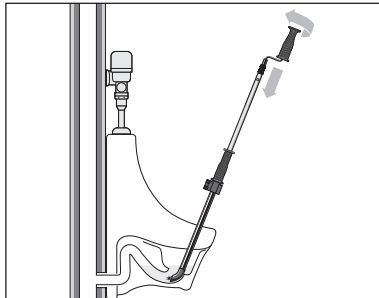

Figure 5 – Utilisation du tourniquet
6. Faites tourner le câble en sens horaire tout en faisant avancer la manivelle ou la perceuse vers le guide-câble afin d'introduire le câble dans la conduite (*Figure 5*). Pour franchir les siphons d'urinoir et autres coudes serrés :